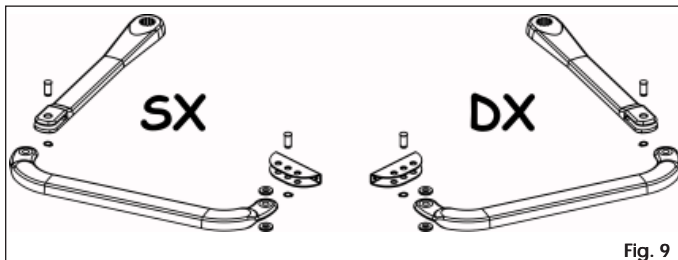

Fig. 9
- Assembleer de gescharnierde arm en de voorste bevestiging zoals in Fig. 9.